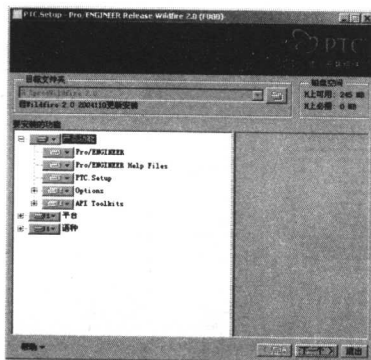

图 1-3 安装 Pro/E 软件
- (2) 打开如图 1-3 所示的 Pro/E 软件安装界面,接下来的操作方法和该软件的最初安装方法相同,笔者不再详述。